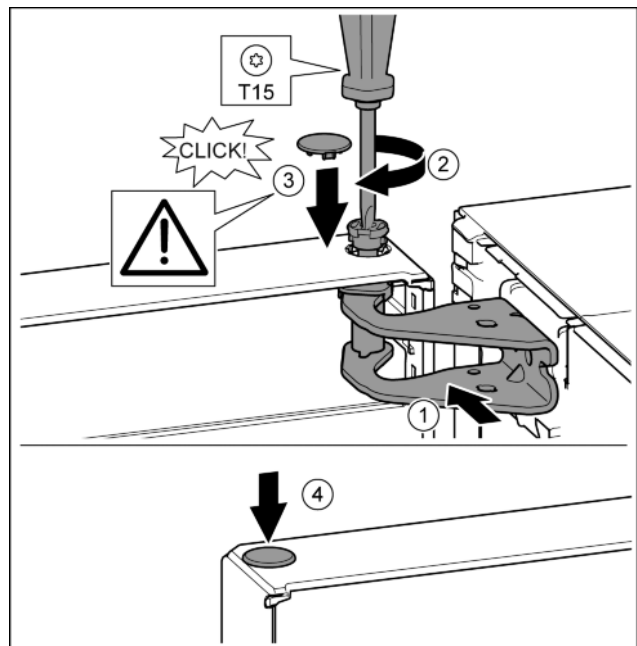

Fig. 19
- ▶ Allineare la porta in alto all'apertura nel blocco di supporto. Fig. 19 (1)
- ▶ Inserire i perni e stringere con il cacciavite T15. Fig. 19 (2)
- ▶ Montare la copertura di sicurezza a protezione della porta: inserire la copertura di sicurezza e controllare se appoggia sulla porta. Altrimenti inserire completamente il perno. Fig. 19 (3)
- ▶ Inserire i tappi. Fig. 19 (4)